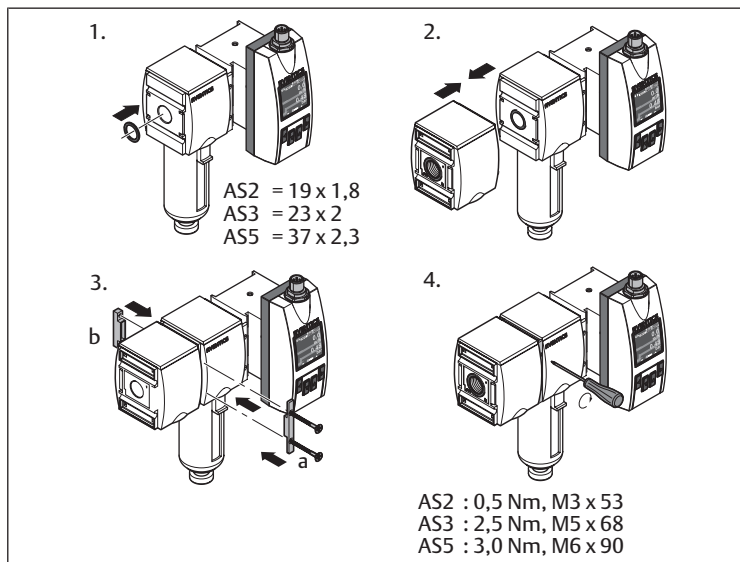

Fig. 6: Montage avec kit de montage en batterie | W04
- Montage avec kit de montage en batterie et unité de traitement de l'air : voir → Fig. 6.